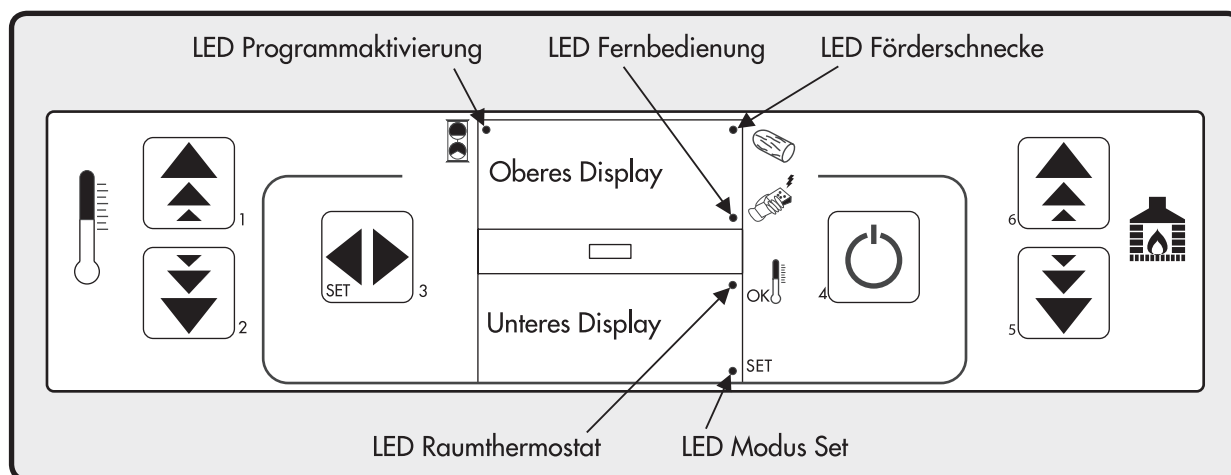

Abb. 3: Steuerungskonsole
- ▶ Das Abgassystem muss über ausreichende Inspektions- und Reinigungsöffnungen verfügen. Installieren Sie deshalb in jedem geradlinigen Teilstück des Abgassystems ein T-Stück (siehe Abb. 3), dessen freie Öffnung mit einer dicht abschließenden Klappe verschlossen ist. Genaue Informationen hierzu erhalten Sie von Ihrem Bezirksschornsteinfeger.